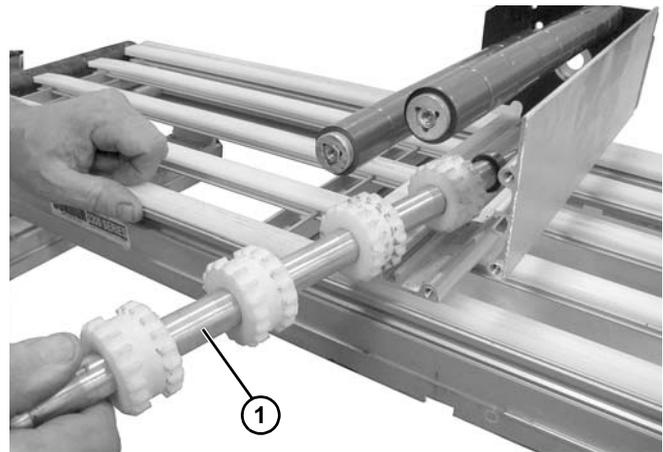

Abbildung 52
9. Antriebswelle (**Abbildung 52, Teil 1**) entfernen.